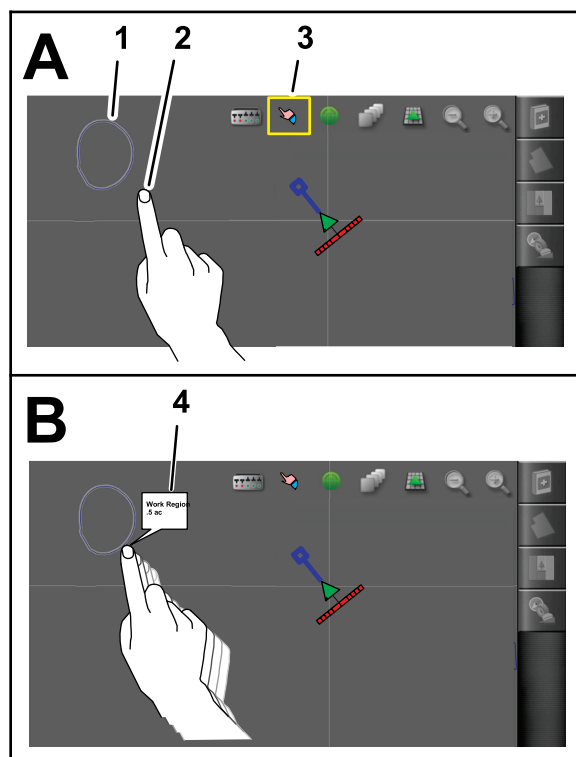

图 56
1. 创建边界后用手指按边界线旁边的控制台屏幕直到“边界选择”图标亮起然后将手指滑到边界线图 56。